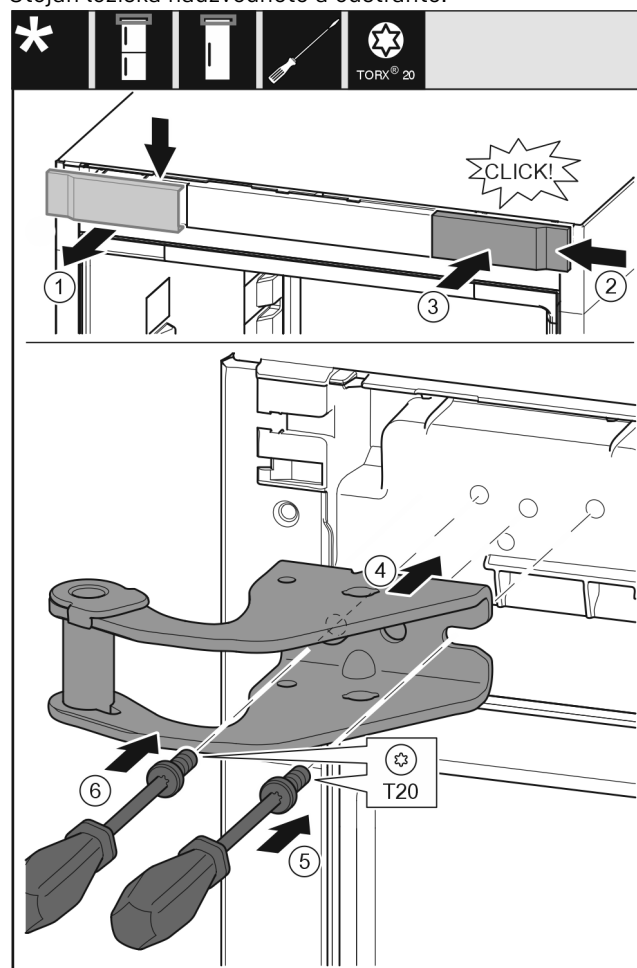

Fig. 11
- Odeberte kryt Fig. 11 (1) shora dopředu.
- Kryt Fig. 11 (2) otočený o 180° zavěste na druhé straně zprava.
- Zaklapněte kryt Fig. 11 (3).
- Nasad'te horní stojan ložiska Fig. 11 (4).
- Šroubovákem nasad'te šroub Fig. 11 (5) a utáhněte.
- Šroubovákem nasad'te šroub Fig. 11 (6) a utáhněte.